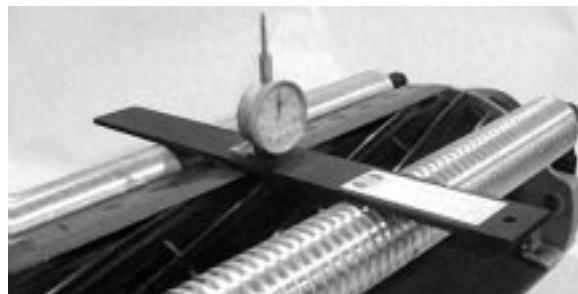

図20
5. ゲージバーのネジ頭を下刃の切っ先に引っかけ、バーの後端を後ローラに当てがう（図20）。